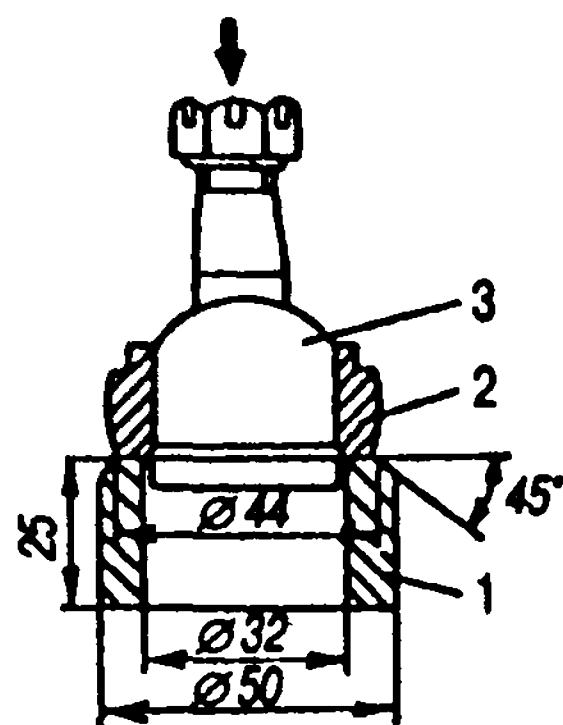

Рис. 10.22. Выпрессовка шарового шарнира: 1 - втулка; 2 - наконечник; 3 - шаровой шарнир
- выпрессовать шарниры из гнезд в тисках или на прессе с помощью втулки 1 (рис. 10.22), предварительно сняв резиновые уплотнители, распорные втулки, удалив шплинты и повернув гайку заподлицо с торцом пальца;